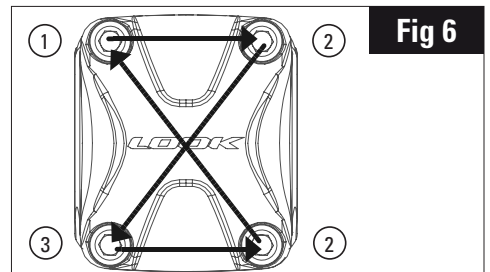

Fig 6
• si vous souhaitez atteindre les positions: $-9^\circ / -5^\circ / -1^\circ / +3^\circ / +7^\circ / +11^\circ$, introduisez l'ensemble tampon+vis dans le logement **GAUCHE** du corps de potence (3)
• si vous souhaitez atteindre les positions: $-7^\circ / -3^\circ / +1^\circ / +5^\circ / +9^\circ / +13^\circ$, introduisez l'ensemble tampon+vis dans le logement **DROIT** du corps de potence (3)
10. Placer un des caches latéraux (6) en appui sur le filet rapporté (10). Serrer à l'aide de la vis M3 (11). Insérer l'ensemble dans la vis M8. Placer le second cache de l'autre côté de la potence et visser à l'aide de la seconde vis M3 au couple spécifié.
11. Introduire le cintre dans son logement puis réaliser le serrage des quatre vis de capot (1) progressivement et en croix (Fig 6).